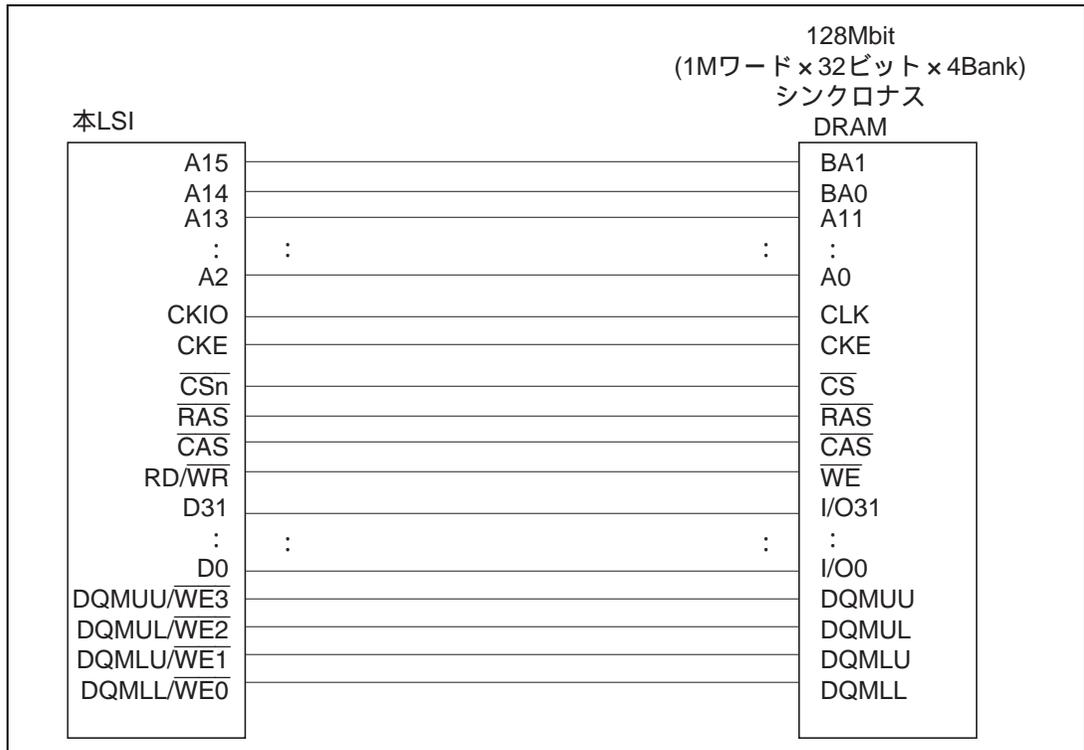

図 7.2 128M ビットシンクロナス DRAM (4M ワード×32 ビット品) との接続例
*3 128M ビット品 (4M×32 ビット) との接続方法については、図 7.2 を参照してください。